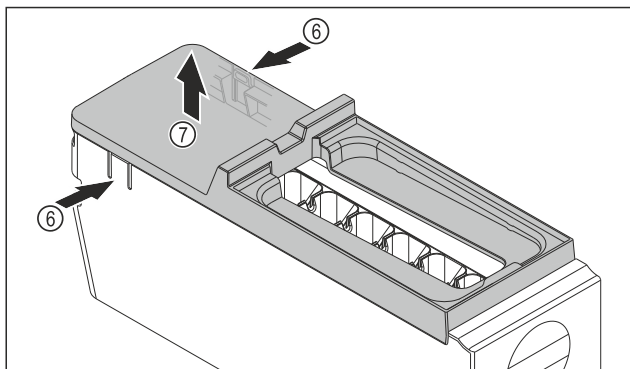

Fig. 88
- ▶ Udtagning af EasyTwist-Ice-legemets afdækning: Tryk på laskerne Fig. 88 (6) på begge sider af EasyTwist-Ice-legemet med den ene hånd.
- ▶ Tag afdækningen Fig. 88 (7) op og ud med den anden hånd.